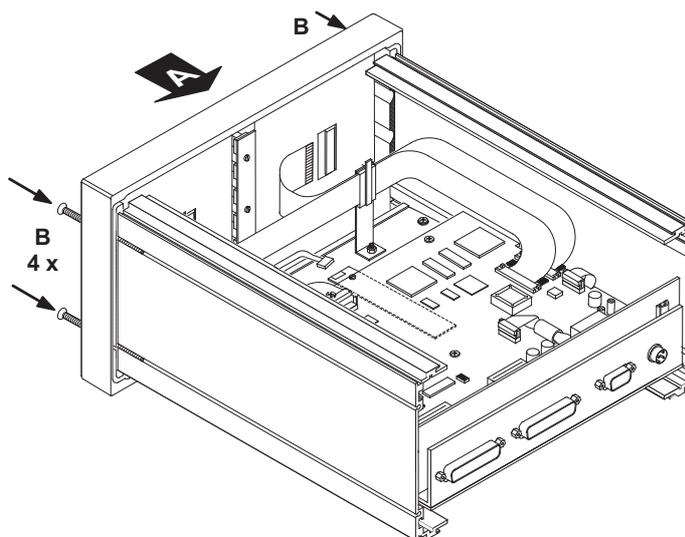

Bild D 8-30: Montieren der Frontblende
8. Wenn das Silikon getrocknet ist, kippen Sie die Frontblende zurück in ihre ursprüngliche Position (siehe Bild D 8-30, A). Achten Sie darauf, dass die Displaykabel und das Tastenprintkabel nach innen gelegt werden ohne Verkanten oder Einklemmen zwischen Frontblende und anderen Gehäuseteilen. Fixieren Sie die Frontblende mit den vier Kreuzschlitzschrauben (siehe Bild D 8-30, B).